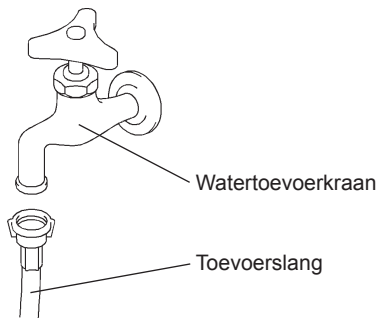

Fig. 4
1) Bevestig het vrije uiteinde van de toevoerslang aan de afsluitkraan (fig.4). Zorg ervoor dat de afdichtring goed is aangebracht voordat u de aansluiting handvast aandraait om een waterdichte verbinding te verkrijgen. Het verdient aanbeveling een afsluitkraan te monteren op een goed bereikbare plek.